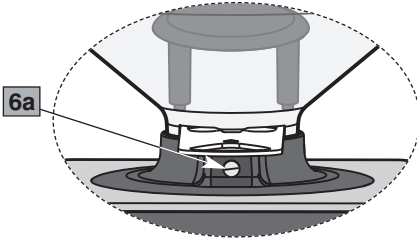
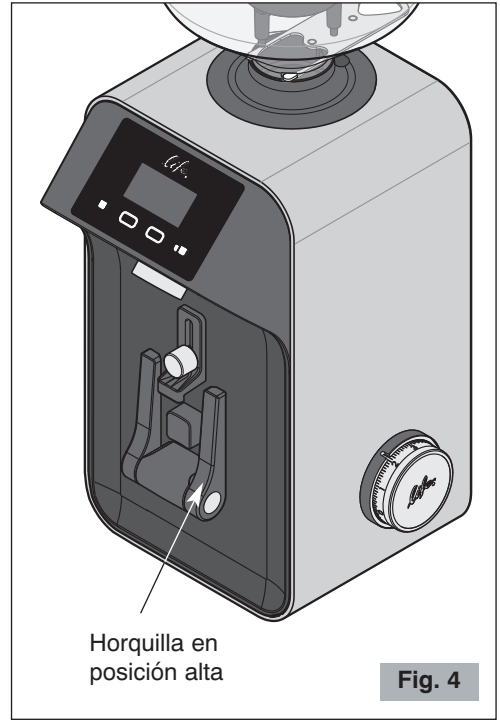
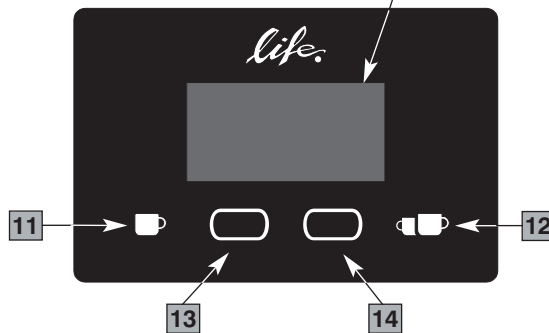

Fig. 3
Fig. 4
Fig. 5
Componentes principales (Fig. 1, Fig. 2, Fig. 3, Fig. 4, Fig. 5)
5. Controlar que el contenedor de los granos de café (tolva) esté correctamente colocado y tenga el obturador (8 Fig. 1) completamente abierto hasta el final de la carrera. Apretar, sin forzar excesivamente, el tornillo de fijación de la tolva (6a, Detalle A Fig. 3).
- 4 Pulsar el botón  (11 Fig. 5) para moler la cantidad de café necesaria para una dosis individual o el botón  (12 Fig. 5) para dos dosis.
- 4 Para moler café de modo continuado, sin ninguna regulación de tiempo, pulsar contemporáneamente los botones  y  (11, 12 Fig. 5) para pasar a la pantalla de funcionamiento manual.
botón  (13 Fig. 5) en la pantalla principal (en la pantalla "Time", si no se presiona nada, después de tres segundos se vuelve a la principal).
Para programar la dosis individual, pulsar el botón  (11 Fig. 5), y para dos dosis el botón
(12 Fig. 5).
Como regulación de fábrica (**modo de impulso ON**), activado), el aparato suministra el café con solo presionar el botón start  (11 Fig. 5) para la dosis individual y  (12 Fig. 5) para la dosis doble.
Si durante el suministro de una dosis este botón se presiona nuevamente, el motor se detiene, el sistema se pone en pausa y en la pantalla se visualiza el tiempo restante para completar la dosis. En este punto, para completar la dosis, es suficiente pulsar nuevamente el botón de start relativo (11 o 12 Fig. 5).
Para **cambiar el funcionamiento del botón start**, pulsar el botón  (13 Fig. 5) en la pantalla principal dos veces para entrar a la pantalla del **botón start** (si no se presiona nada, después de tres segundos se vuelve a la pantalla principal).